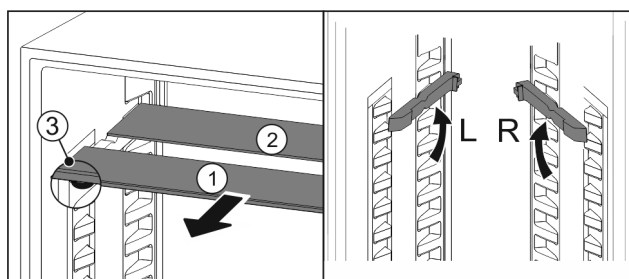

Fig. 69
- Vytiahnite sklené dosky jednotlivu dopredu Fig. 69 (1).
- ▷ Sklená doska Fig. 69 (1) s ozdobnou lištou leží vpredu.
- ▷ Zarážky Fig. 69 (3) ukazujú nadol.